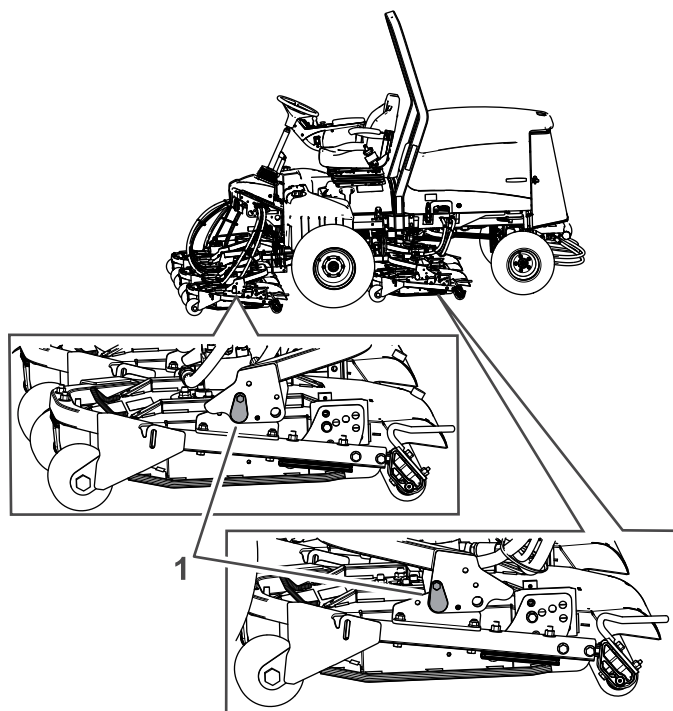

Bild 20
**Wichtig:** Der Zugang zu den Heckmähwerken ist einfacher, wenn Sie das Mähwerk von der Maschine abnehmen. Senken Sie die Mähwerke ab und entfernen Sie die Mähwerke von den Rahmen, indem Sie die unter Bild 20 dargestellten Schrauben und Stifte entfernen.